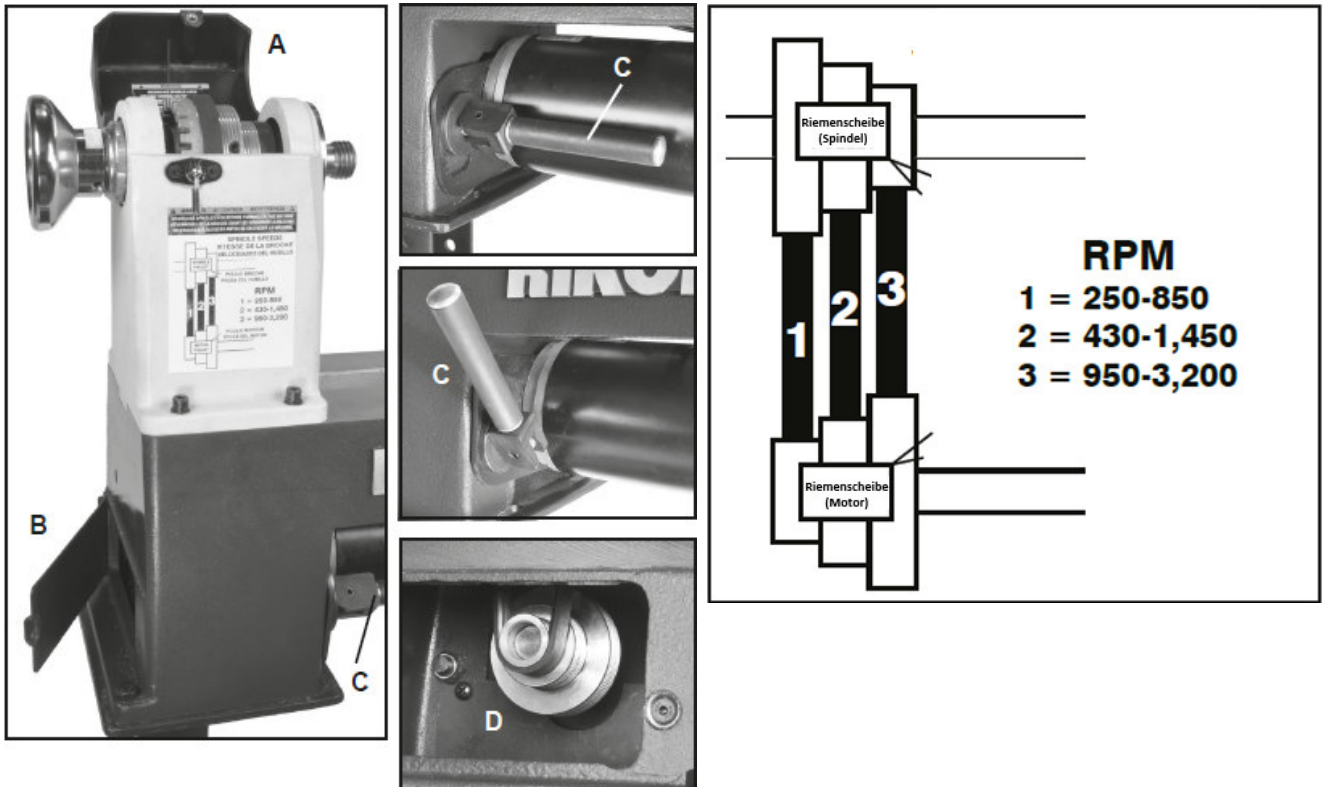

Abb. 8-4: Änderung der Spindeldrehzahl
2. Öffnen Sie die obere Spindelstockabdeckung (Pos. A, Abb. 8-4) sowie die Abdeckplatte für den Motor (Pos. B, Abb. 8-4), um Zugang zu den Riemen und der Riemenscheibe zu erhalten.
- ➔ Ziehen Sie den Hebel nach vorne, um die Verriegelung zu lösen (Pos. C, Abb. 8-4).
4. Ändern Sie die Position des Riemens auf der oberen Spindelscheibe und der unteren Motorscheibe (Pos. D, Abb. 8-4)